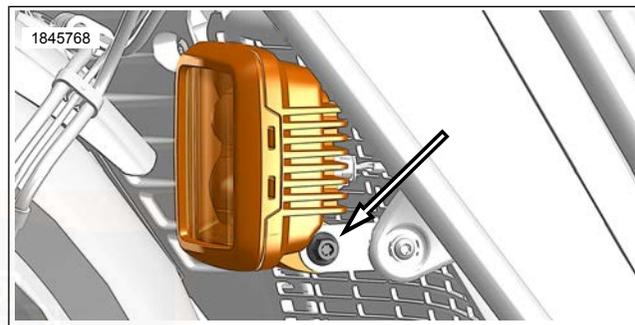

Abbildung 86. Einstellschraube
3. Siehe Abbildung 86. Die Einstellschraube anziehen.